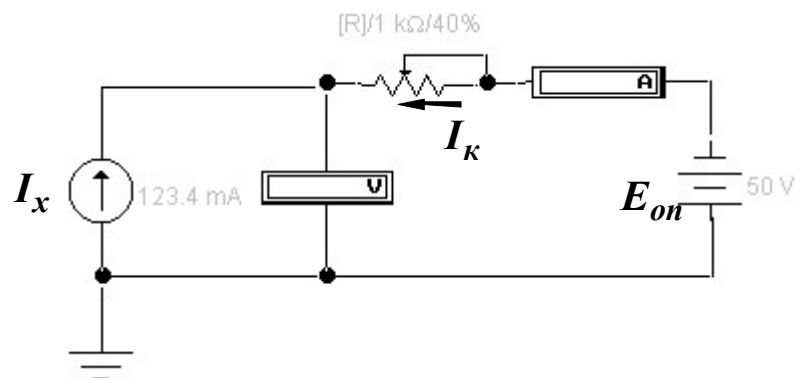

Рис. 4. Схема нулевого метода измерения тока
Схема нулевого метода измерения тока показана на рис. 4.
11. Собрать схему рис.4. $R_V = 100 \text{ кОм}$, $R_A = 10 \text{ Ом}$. $E_{on} = 50 \text{ В}$. $R_k = 1 \text{ кОм}$. Установить I_x по вариантам